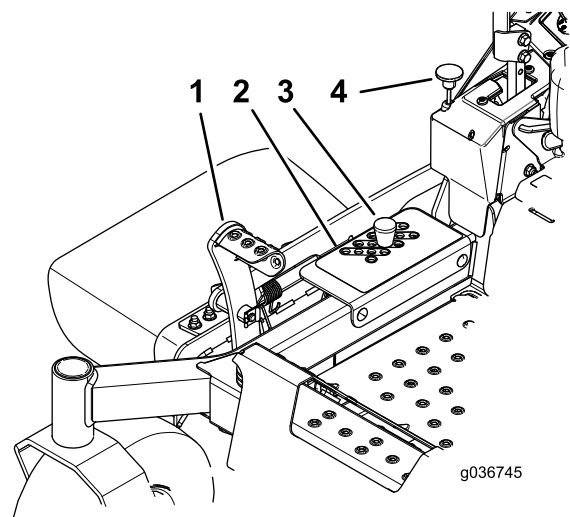

Рисунок 29
2. Нажмите на педаль подъема деки ногой и поднимите дека газонокосилки в **TRANSPORT** (ТРАНСПОРТНОЕ) положение (также соответствующее положению высоты скашивания 127 мм), как показано на Рисунок 29.
3. Извлеките штифт из кронштейна высоты скашивания (Рисунок 29).
4. Выберите отверстие в кронштейне высоты скашивания, соответствующее требуемой высоте скашивания, и вставьте штифт (Рисунок 29).